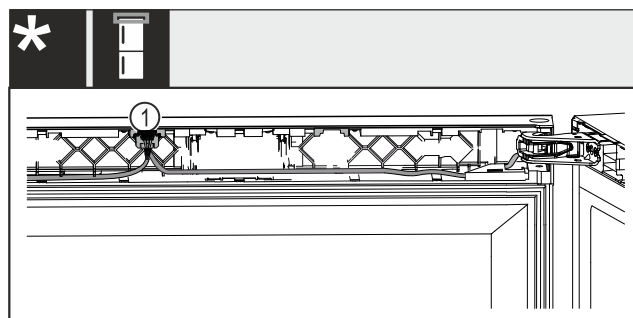

Fig. 64 Combinazioni vino-congelatore\*
- Innestare la spina Fig. 64 (1) nella guida.\*